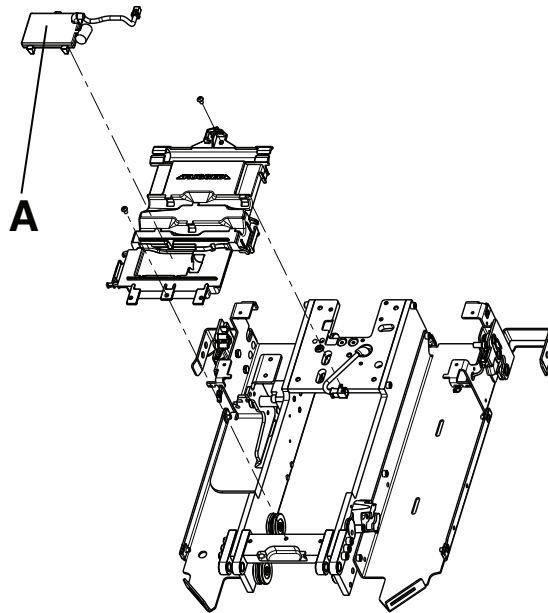

Figure 25 – Ensemble de carte de communication
4. Soulever la carte de communication du chariot (A) pour la retirer (Figure 25). Jeter la carte de communication.